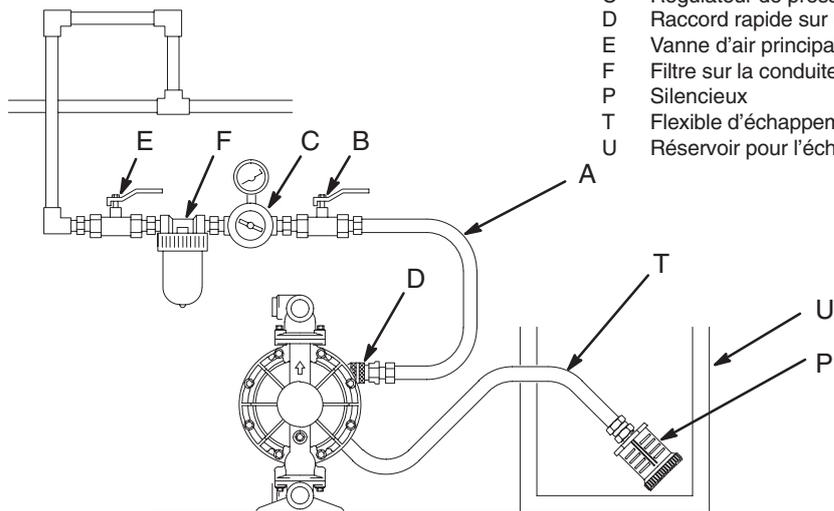

Fig. 6
Une membrane défectueuse provoquera l'échappement du produit pompé en même temps que l'air. Placer un réservoir approprié à l'extrémité de la conduite d'échappement d'air pour récupérer le produit. Voir fig. 6.
1. Retirer le silencieux (P) de l'orifice d'échappement d'air de la pompe.
2. Installer un flexible d'échappement d'air relié à la terre (T) et raccorder le silencieux (P) à l'autre extrémité du flexible. Le flexible d'échappement d'air doit avoir un diamètre intérieur d'au moins 3/4 in. (19 mm). Si l'on a besoin d'un flexible de plus de 4,57 m, choisir un diamètre supérieur. Éviter nœuds et angles trop aigus dans le flexible.
3. Placer un récipient (U) à l'extrémité de la conduite d'échappement d'air pour récupérer le fluide en cas de rupture d'une membrane. Voir fig. 6.